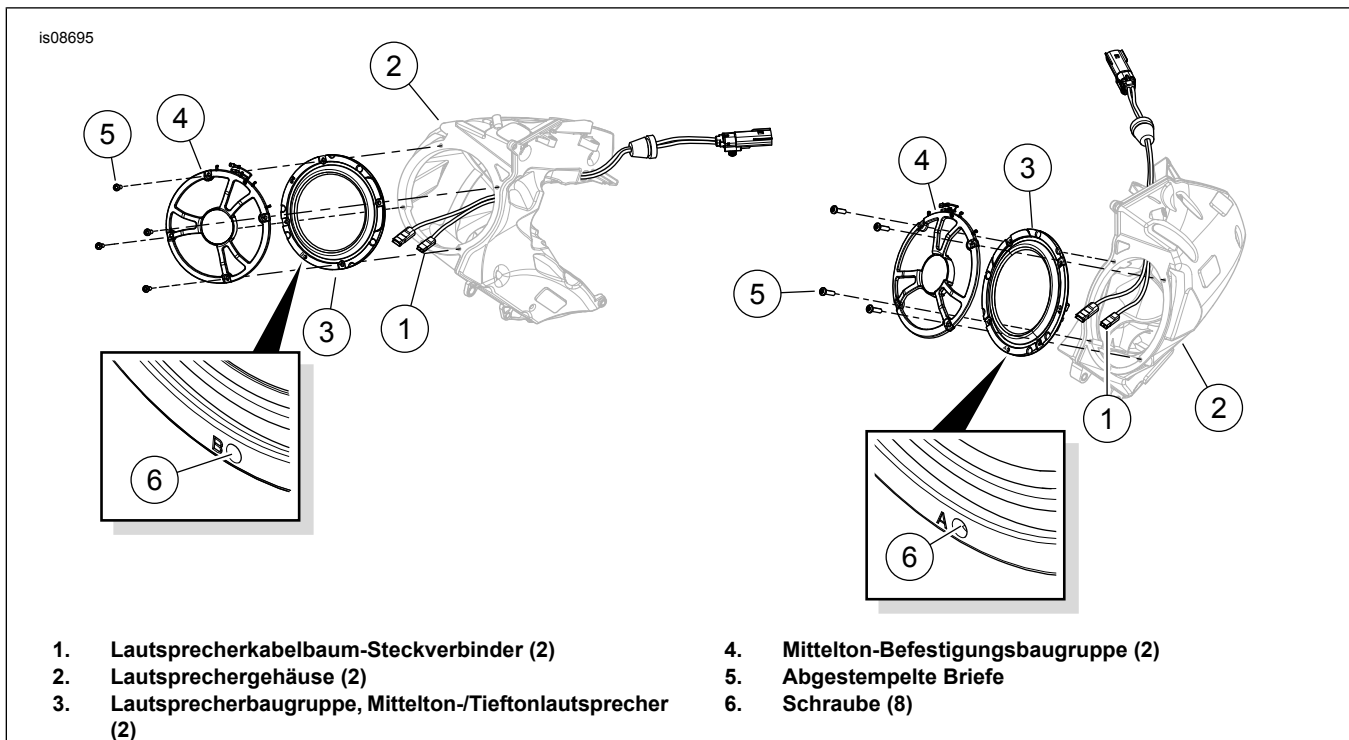

Abbildung 1. Einbau des Tieftonlautsprechers
1. Siehe Abbildung 1 >. Die Lautsprecherkabelbaum-Steckverbinder (1) im Inneren des Lautsprechergehäuses (2) an die Kabelschuhkontakte an der Rückseite des Tieftonlautsprechers (3) anschließen. Kabelschuhkontakte in unterschiedlicher Größe verhindern einen falschen Zusammenbau.